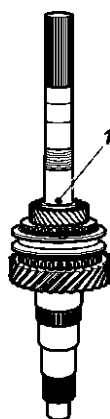

Рис. 6.25. Установка шарика: 1 - шарик
7. Установите шестерню 47 5 передачи и вставьте шарик, как показано на рис. 6.25.